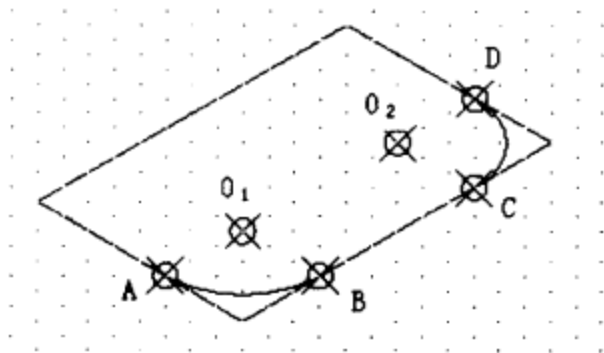

图 1-49 绘椭圆弧
使用栅格, 捕捉 O_1 点为圆心, 如图 1-49 所示。
使用栅格捕捉 B 点, 单击鼠标左键作出椭圆弧 AB, 如图 1-49 所示。
(5) 重复步骤 (4), 作出圆弧 CD, 如图 1-49 所示。